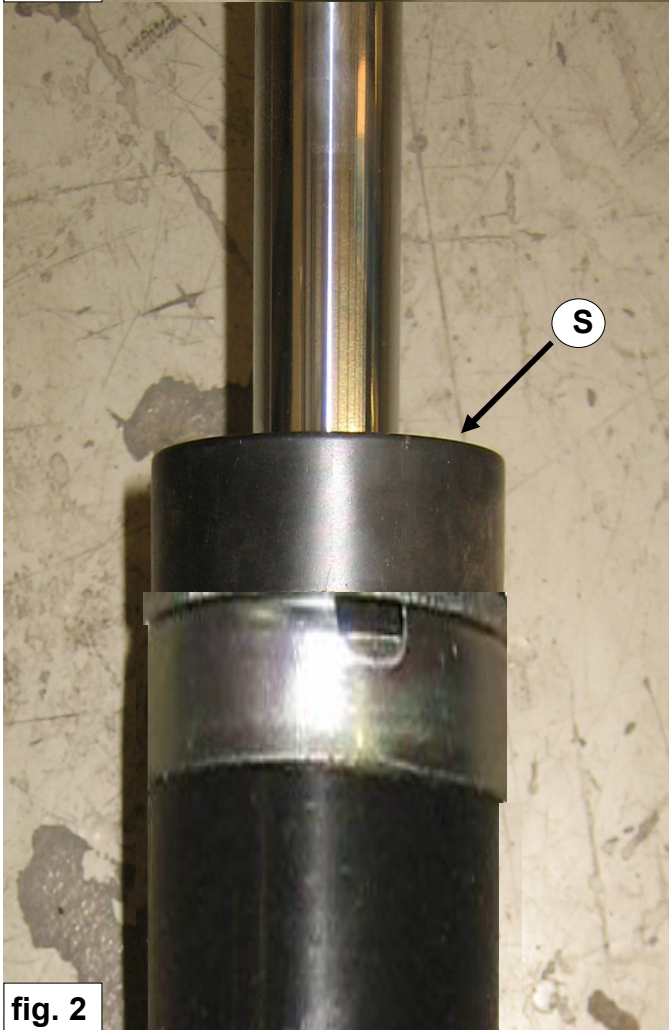

fig. 2
1. Desmonte el tornillo inferior del amortiguador. Véase fig 2